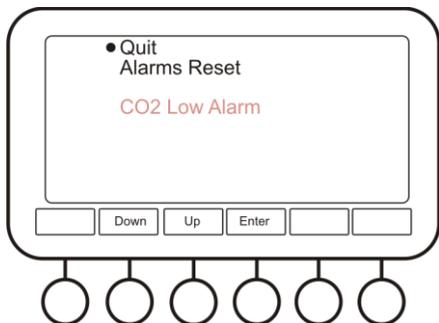

Рисунок 11. Текущие сигналы тревоги
- 5.9.4. **Текущие сигналы тревоги (Active Alarms, рис. 11).** Этот пункт позволяет посмотреть и сбросить список всех текущих сигналов тревоги. Смотрите главу **Диагностика неисправностей**, пункт **6.5**, для списка всех возможных сигналов.